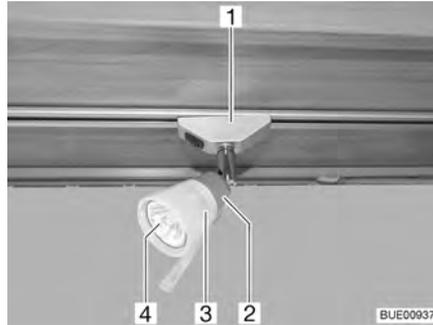

Fig. 256 Foco halógeno (desplazable)
- Girar el foco halógeno (Fig. 256,1) 90° y sacarlo del riel.
- Girar la pantalla de lámpara (Fig. 256,3) en sentido contrario a las agujas del reloj.
- Retirar la pantalla de lámpara y la bombilla halógena (Fig. 256,4) con cuidado del portalámparas (Fig. 256,2).